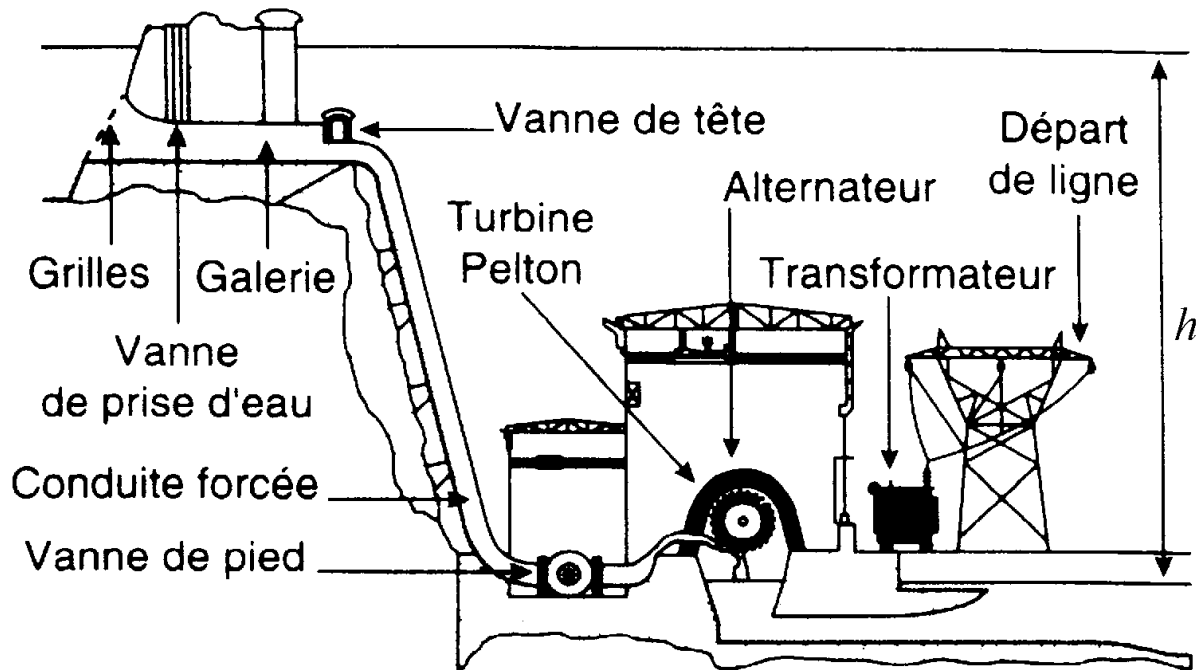

Fig. 13
5.1. Centrales de hautes chutes (Fig. 13) :